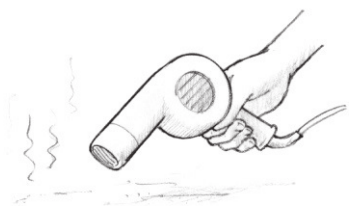

图7 干燥表面。让潮湿的表面彻底干燥，或进行加热或使用风扇加速干燥。
2. **干燥**—所有的粘合表面必须尽可能干燥，以获得良好的粘合性。如有必要，用热风枪、吹风机或热灯加热粘接表面以加速干燥（图7）。使用风扇将空气吹入密闭或封闭空间。在室外工作或工作环境温度变化时注意冷凝程度。